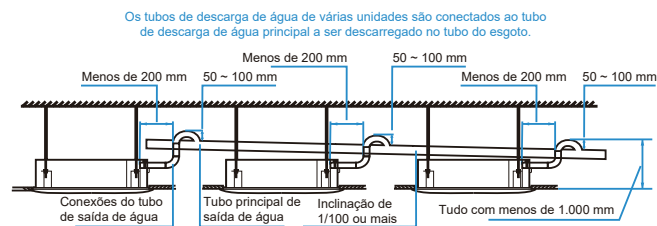

Figura 29
7. Quando a saída do tubo de descarga de água for maior que a conexão de tubo para sucção de água, tente manter o tubo de descarga de água o mais vertical possível e as conexões de saída de água se dobrarão de modo que a altura do tubo de descarga de água fique dentro de uma tolerância de 1.000 mm de distância da base da bandeja de drenagem. Caso contrário, haverá vazão excessiva de água quando a operação for parada. Consulte a Figura 29.